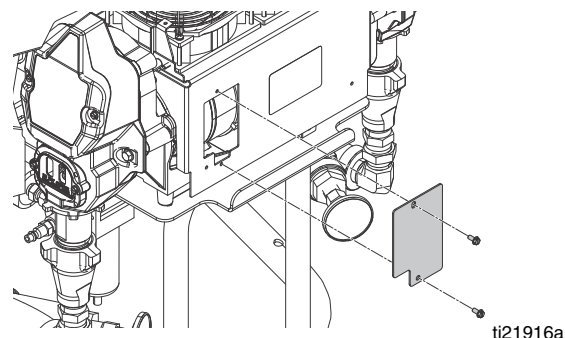

FIG. 19: Spazzole del motore
6. Rimuovere il coperchio dei comandi del display (26). Scollegare i cavi del motore come segue:
- a. Rimuovere i due bulloni e la piastra del coperchio di accesso. Vedere la FIG. 19.
- b. Rimuovere i due bulloni e la piastra del coperchio di accesso. Vedere la FIG. 19.